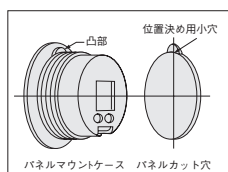

図1
3. パネルに取り付ける際は、パネルマウントケースフランジ部裏側の凸部とパネルカット穴の位置決め用小穴との位置図(図1参照)を合わせてから行なってください。